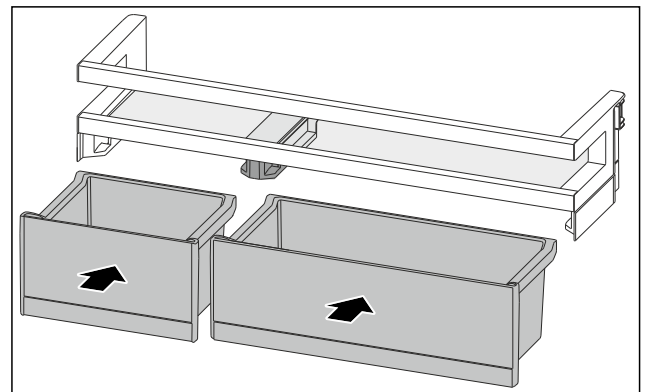

Fig. 114
- Inserire i VarioBox in posizione scambiata. (vedere Fig. 114)